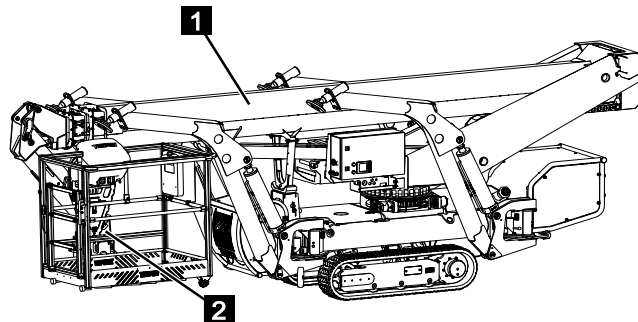

Fig. 142
- Le bras télescopique (Fig.142/1) se trouve dans le support de transport.
- La nacelle (Fig.142/2) se trouve en position de transport.